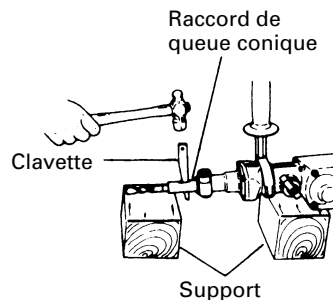

Fig. 9
(1) Installer la quenouille (Fig. 9)
- ① Desserrer la poignée latérale et insérer la partie droite de la quenouille dans le trou du boulon de la poignée.
- ② Déplacer la quenouille à la position spécifiée et faire tourner l'attache coulissante de la poignée latérale dans le sens des aiguilles d'une montre pour fixer la quenouille.
- (1) Installer la mèche à queue conique dans le raccord de queue conique.
- (2) Mettre l'appareil sous tension et percer un trou de base.
- (3) Après avoir retiré la poussière avec une seringue, fixer le mandrin à la pointe du sabot et l'enfoncer dans le sabot avec un marteau.
- (4) Pour retirer la mèche à queue conique, insérer une clavette dans la fente du raccord de queue conique et frapper sur la clavette avec un marteau. (Fig. 9)